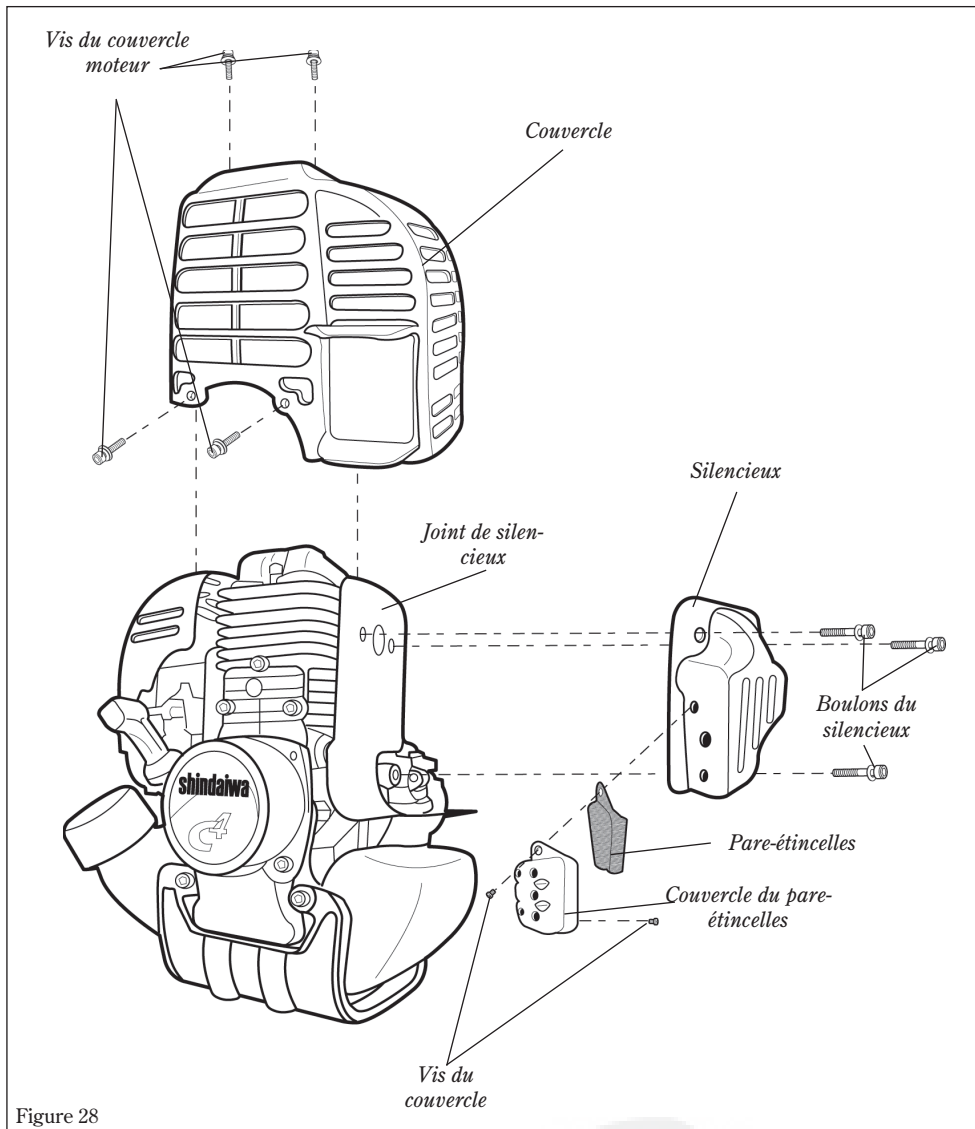

Figure 28
1. Avec une clé hexagonale de 3 mm, ôter les trois vis du couvercle moteur, ainsi que le couvercle moteur. Voir figure 28.
2. Avec une clé hexagonale de 4 mm, ôter les quatre boulons du silencieux, ainsi que le silencieux. Voir figure 28.
3. Avec un petit tournevis plat, retirer les deux vis maintenant le pare-étincelles et le couvercle sur le silencieux. Voir figure 28.